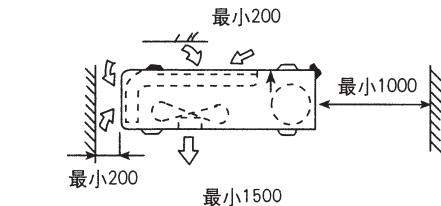

图4 机器户外部分所需空间
(1) 安装场所必须满足如下要求:
- 确定机器四周留有充分空间，并尽可能地远离障碍物，以便操作和维修，见图4。
(2) 安装